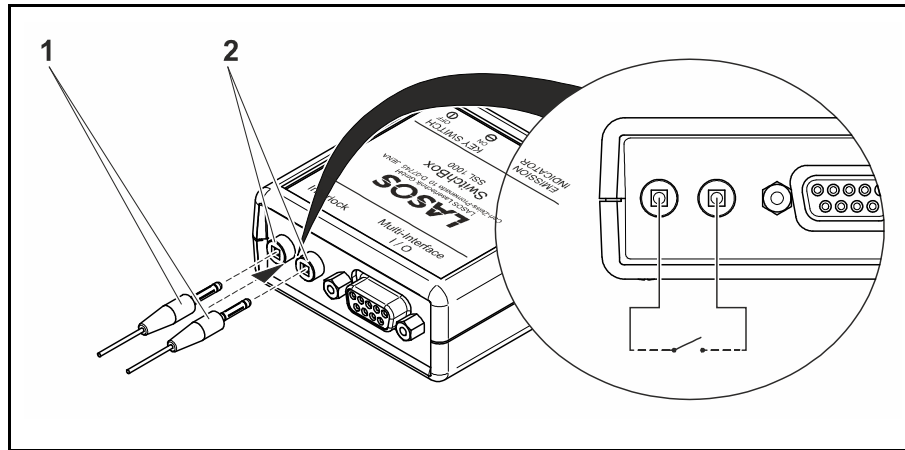

Abb. 14 Sicherheitsschleife (Interlock)
- Verbinden Sie die Sicherheitsschleife (Interlock, Abb. 14/2) mit den entsprechenden externen Sicherheitsvorrichtungen. Der Anschluss der Sicherheitsschleife ist unter Verwendung von 2 mm Laborsteckern (Abb. 14/1) vorzunehmen.